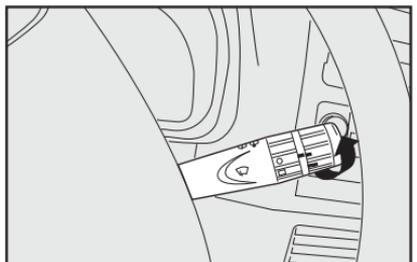

fig. 69
**I** - Funcionamiento intermitente/automático (con sensor de lluvia). Algunas versiones permiten cuatro tipos de intermitencia) de la más lenta a la más rápida) **fig. 69**.